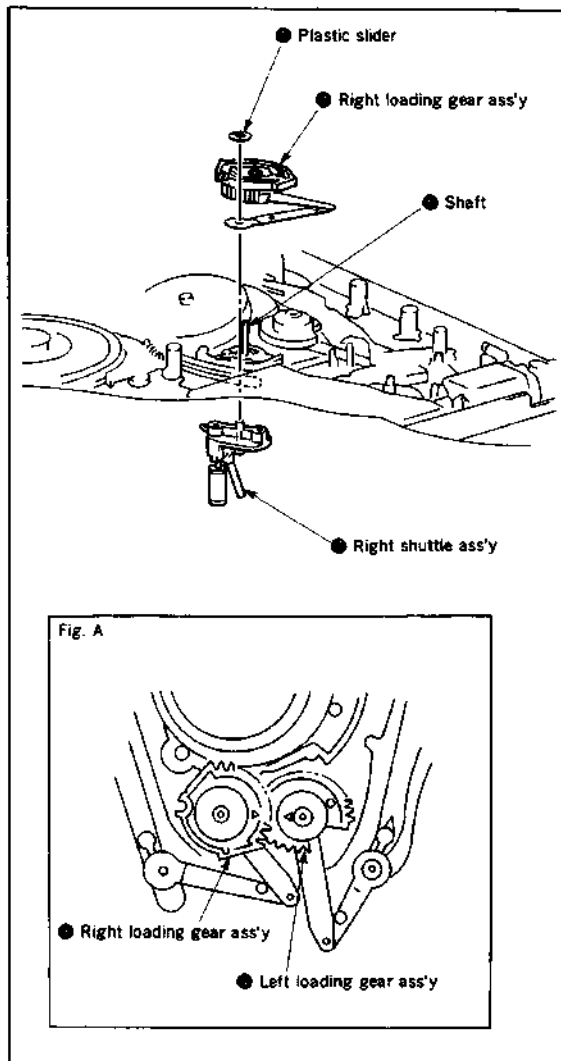

Fig. 3-40.
**3-34. RIGHT SHUTTLE, RIGHT LOADING GEAR ASSY'S (Fig. 3-40)**